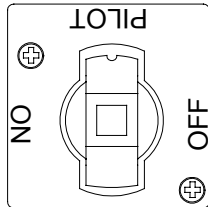

Figura 1
1. Revise que la unidad esté apagada y luego gire la perilla de la válvula de gas a la posición apagada. Espere al menos 5 minutos, y luego gire la perilla de la válvula de gas a la posición PILOT (PILOTO) (vea la Figura 1).